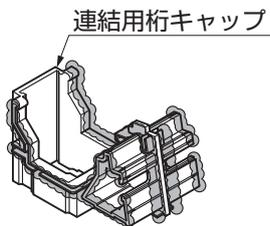
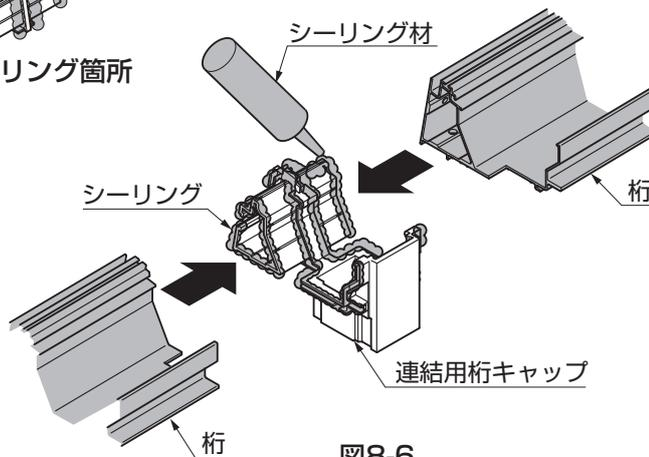

図8-5 シーリング箇所
図8-6
- ①連結用桁キャップに、シーリングをしてください。(図8-5、図8-6参照)